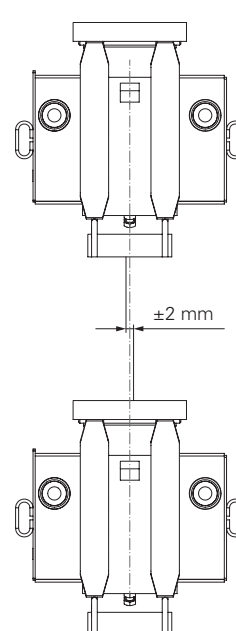

Fig. A3.31
- Dispositivo di sospensione II: ± 2 mm (Fig. A3.31)